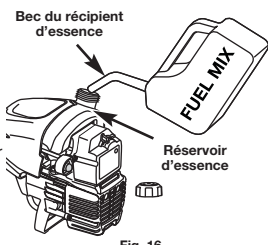

Fig. 16
- Placez le bec du récipient d'essence dans l'orifice du réservoir et remplissez celui-ci (Fig. 16).